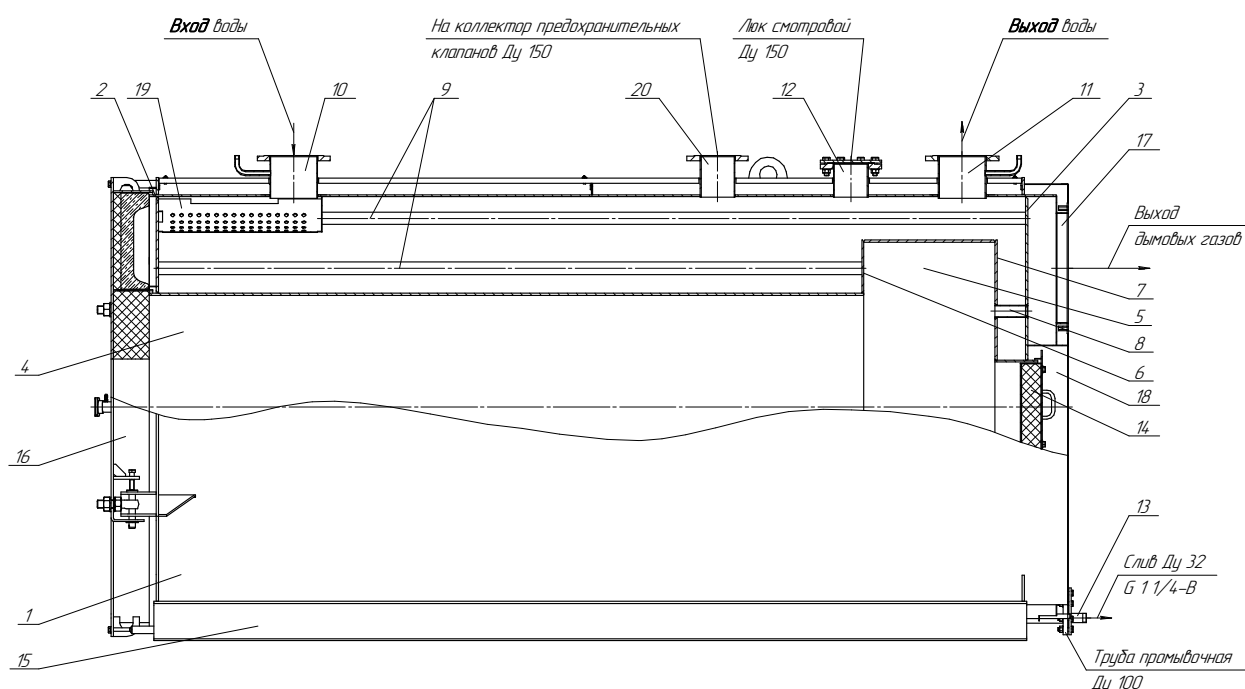

Рисунок 1. Схема котла
1.5.1. Устройство котла (см. рисунок 1).